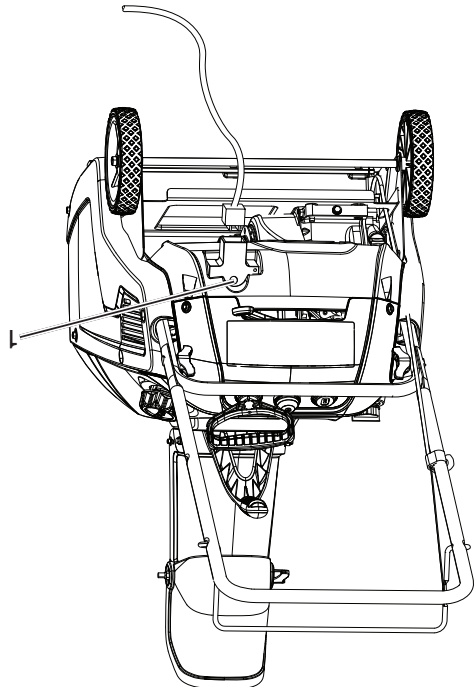

Figure 12
- Débrancher la rallonge de la source d'alimentation et de la souffluse à neige (Figure 12).
4. Tirer le lanceur à enrouleur ou si votre souffleur à neige est équipé d'un démarreur électrique, brancher une rallonge au souffleur à neige et brancher l'autre extrémité dans une prise d'alimentation à trois trous 110 volts c.a., puis appuyer sur le bouton du démarreur électrique (Figure 12).